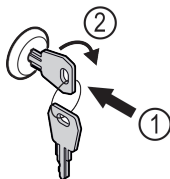

Fig. 169
- ▶ Dugja be a kulcsot Fig. 169 (1).
- ▶ Forgassa el a kulcsot 90°-kal az óramutató járásával megegyező irányba Fig. 169 (2).